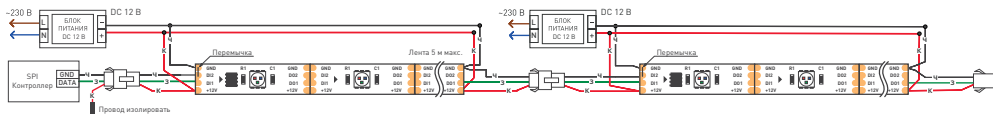
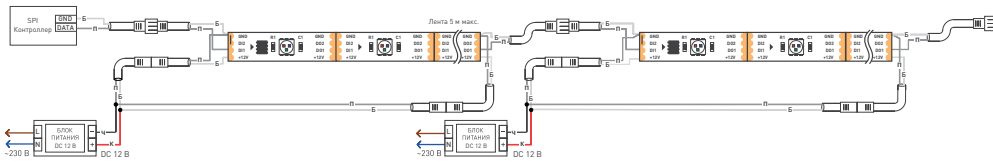

Рис. 1. Схема подключения лент SPI-5000-RAM-5060-30 12V и SPI-5000SE-RAM-5060-30 12V.
Рис. 2. Схема подключения лент SPI-5000P-RAM-5060-30 12V и SPI-5000PGS-RAM-5060-30 12V.
Таблица для Рис. 1.
Таблица для Рис. 2.
- Подключите ленту в соответствии с выбранной схемой (Рис. 1 или Рис. 2). Соблюдайте полярность подключения и направление передачи сигнала (вход/выход). Обращайте внимание на маркировку, нанесенную на печатную плату, и на цвета соединительных проводов.
- Подключите ленту согласно схеме (рисунок 1).